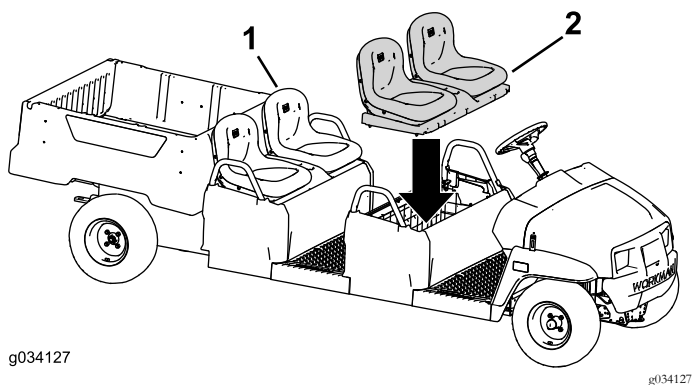

Figura 52
- Instale o conjunto do banco original na fila do banco traseiro (Figura 52).
- Instale o conjunto do banco na fila do banco dianteiro (Figura 52).